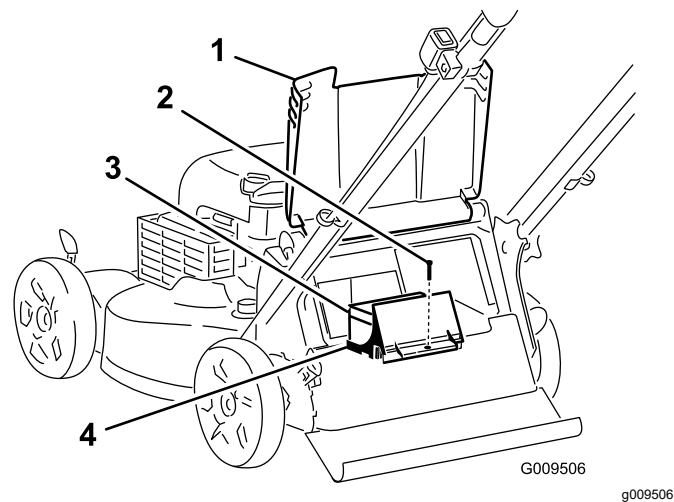

Figura 30
1. Erga o defletor traseiro e localize o compartimento da bateria (Figura 30).